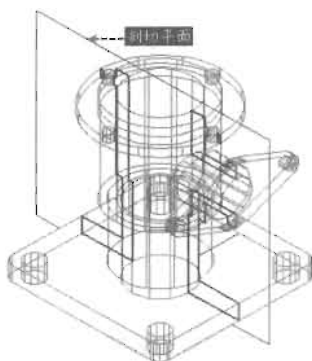

图 14-91
(1) 根据原始文件路径打开图形。
(2) 在命令提示行输入 Section 命令并回车, 绘制实体的剖面, 如图 14-91 所示。命令执行过程如下。